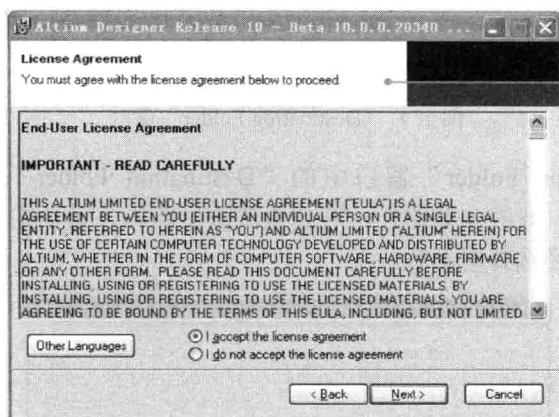

图 1-2 “License Agreement” 窗口
(2) 单击安装向导欢迎窗口中的“Next”按钮，显示如图 1-2 所示的“License Agreement”窗口。